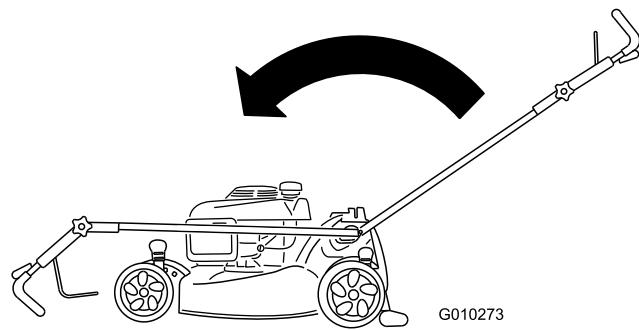

Bild 51
2. Schieben Sie den Griff ganz nach vorne und lösen Sie das obere Griffhandrad (Bild 51).